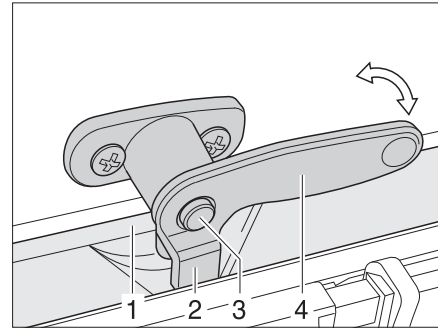

Fig. 69 Palanca de bloqueo con botón de seguridad en posición "cerrado"
- Caso disponible, presionar y mantener presionado el botón de seguridad (Fig. 69,3).